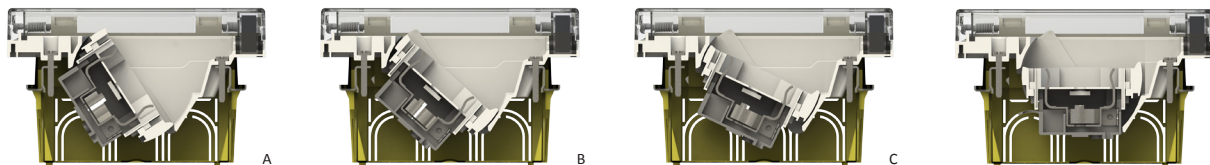

fig. 4
- Essayer de faire bouger le support inclinable afin de vous assurer qu'il peut effectuer un mouvement complet (fig. 4-A,B,C,D).